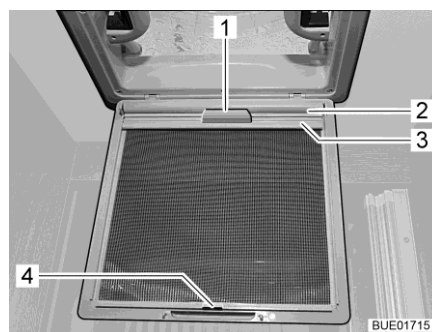

Bild 29 Mörkläggningsrullgardin (taklucka)
- Drag ut mörkläggningsrullgardinen (Bild 29,2) med handtaget (Bild 29,1) och haka i fästlisten (Bild 29,3) i kroken (Bild 29,4) på insektsskyddet.
- Lossa fästlisten (Bild 29,3) från kroken (Bild 29,4) och dra långsamt tillbaka mörkläggningsrullgardinen (Bild 29,2) med handtaget (Bild 29,1).